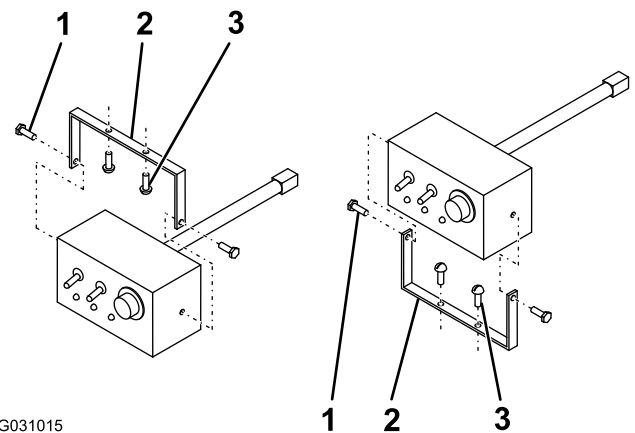

Figura 13
1. Retire el soporte de montaje del controlador (Figura 13).
2. Monte el soporte de montaje en el vehículo con 2 tornillos de lámina metálica (Figura 13).